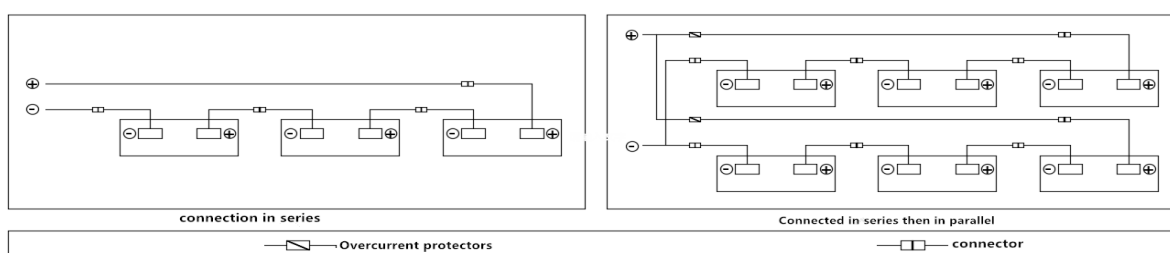

FIGURE 28 SERIES-SCHEMA ELECTRIQUE EN PARALLELE
- Se référer à l'annexe pour les paramètres électriques de la série Polaris. Lorsque les produits sont connectés en chaîne, la tension finale est la somme d'un seul produit. Lorsque les produits sont connectés en parallèle, le courant final est la somme d'un seul produit, comme le montre la figure 28.